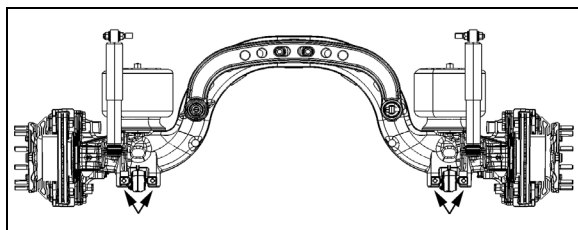

FIGURE 15: POINTS DE LEVAGE SOUS L'ESSIEU AUXILIAIRE
- Placer des appareils de levage sous les points de levage d'essieu auxiliaire pour soutenir le poids de l'essieu (Figure 15).